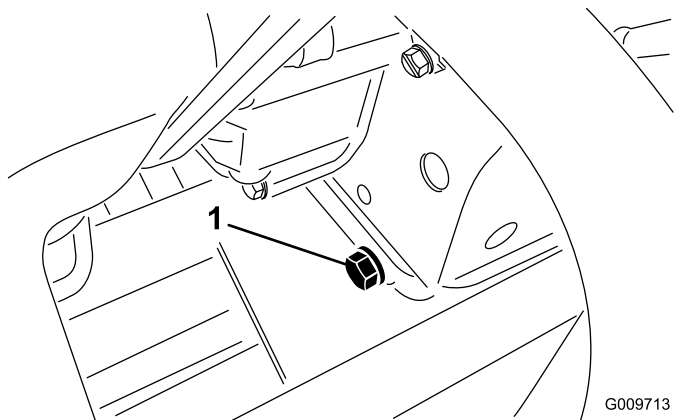

Figura 52
1. Retire el tapón de vaciado (Figura 52) y deje fluir el aceite a un recipiente apropiado. Cuando el aceite deje de fluir, coloque el tapón de vaciado.